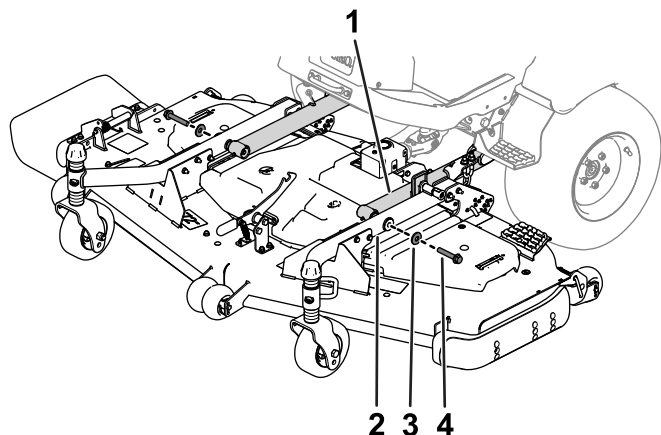

Figure 4
7. Utilisez 2 boulons à tête hexagonale et 2 rondelles pour fixer les bras des roues pivotantes aux bras de levage (Figure 4).